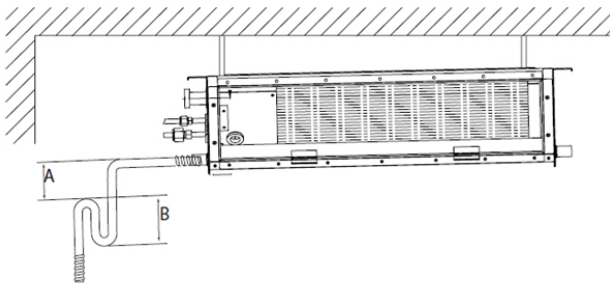

fig. 14
- Evitare formazioni di dossi o rialzamenti sul tubo di scarico, vedi 1-Fig.14.